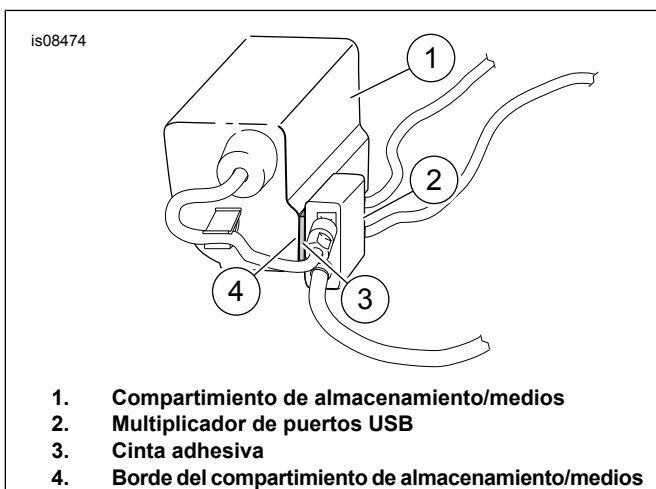

Figura 3. Instalación del multiplicador de puertos USB
5. Coloque el multiplicador de puertos USB (2, Figura 3) de manera que quede en el borde del compartimento de almacenamiento/medios (4). Como se muestra. Limpie la superficie de montaje con 50/70% de alcohol isopropílico y 50/30% de agua destilada. Permita que seque completamente. Quite el respaldo de papel de la cinta adhesiva (3). Presione y sostenga firmemente para asegurar el multiplicador de puertos USB.